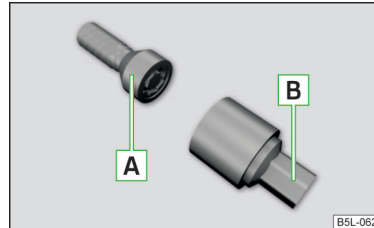

Abb. 330
Die Anti-Diebstahl-Radschrauben schützen die Räder vor einem Diebstahl. Diese lassen sich ausschließlich mit dem Aufsatzstück **B** » **Abb. 330 lösen/festziehen**.
- › Den Radschlüssel bis zum Anschlag auf die Radschraube stecken. Für die Anti-Diebstahl-Radschrauben das zugehörige Aufsatzstück verwenden » **Abb. 330** auf Seite 298.